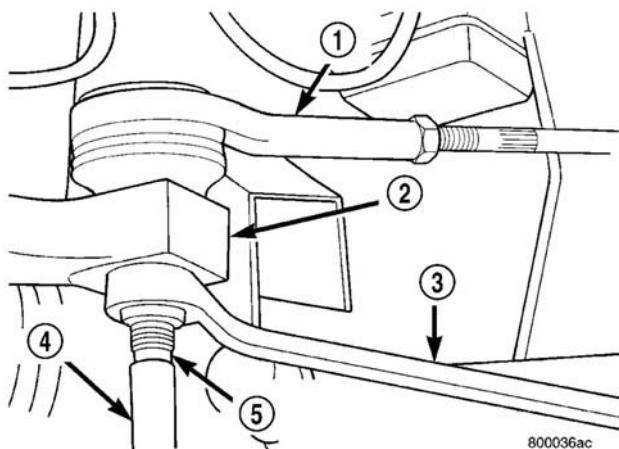

图 11 拆卸转向横拉杆端头的连接螺母
(6) 固定住转向横拉杆端头, 同时用扳手松开并卸下螺母, 以此拆下将外转向横拉杆端头连接至转向节的螺母 (图 11)。
(5) 将转向节安装在滑柱减振器总成的 U 形支架中。安装滑柱 U 形支架至转向节的连接螺栓。紧固两个螺栓至 $81 \text{ N} \cdot \text{m}$ (60 ft.1bs.), 然后继续拧紧 $1/4$ (90°) 圈。
(6) 将转向横拉杆端头装入转向节臂内。将螺母拧到转向横拉杆端头的球销上。同时用套筒固定住转向横拉杆端头的球销 (图 11), 紧固转向横拉杆端头与转向节连接螺母, 将转向横拉杆端螺母紧固至 $75 \text{ N} \cdot \text{m}$ (55 ft.1bs.) 的扭矩。